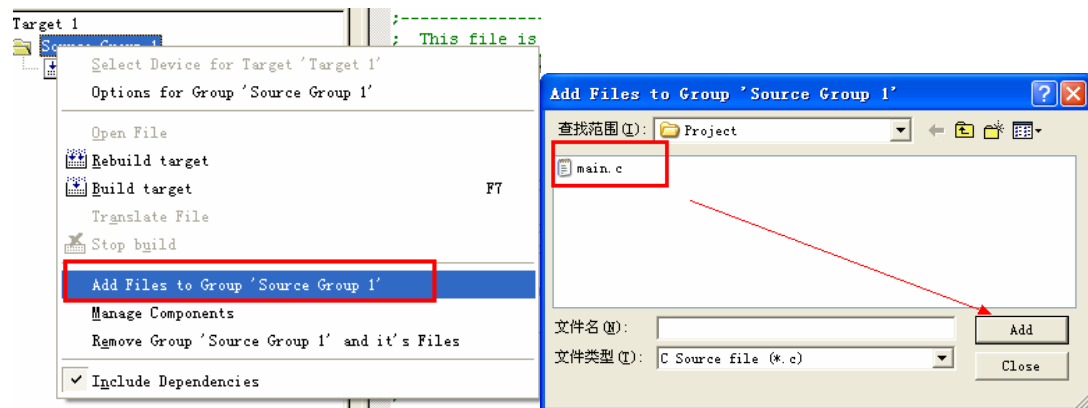

图2-13 添加工程文件
7. 新建一个 main.c 文件存放在路径：神舟 51+ARM 之 STM32F103C8T 开发板模板工程 \Project\下，然后按照以下图 2-13 操作过程把 main.c 文件添加到工程里：